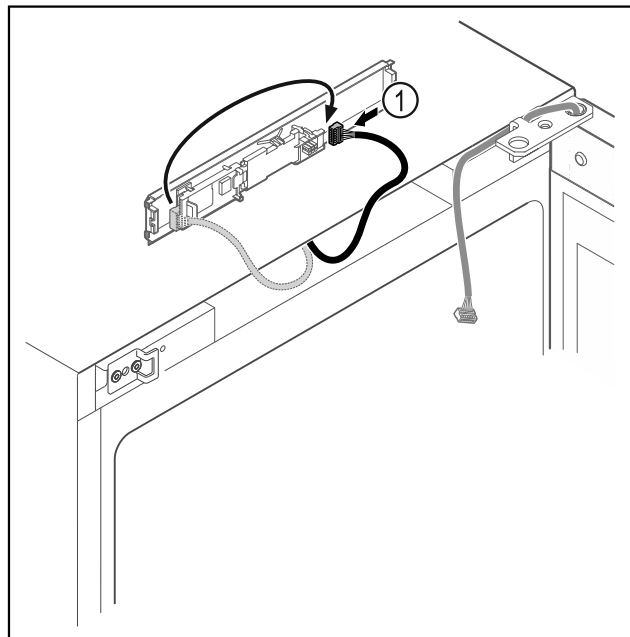

Fig. 20
- ▶ Lidhni spinën Fig. 20 (1) në qark në anën tjetër.